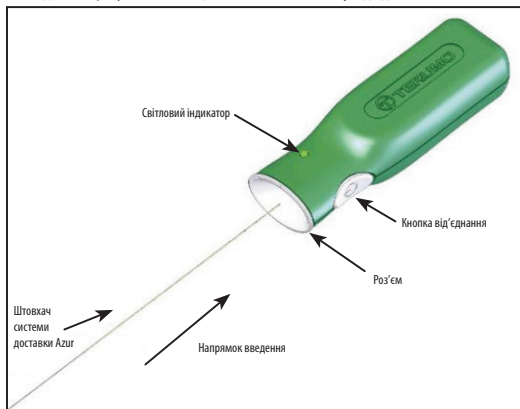

Рисунок 4. Контролер від'єднання системи Azur
- Відкрийте упаковку із судинним оклюдером Azur та вийміть муфту дозатора. Перед використанням пристрою видавіть клин із муфти дозатора. Зафіксувавши імплантат та інтродьюсер судинного оклюдера Azur, витягніть штовхач із муфти дозатора так, щоб оголити проксимальний кінець штовхача системи доставки. Будьте обережні, щоб не допустити контамінації кінця штовхача сторонніми речовинами, як-от кров'ю або контрастною речовиною. Міцно вставте проксимальний кінець штовхача в роз'єм контролера від'єднання системи Azur. Дивіться рисунок 4. **Поки що не натискайте кнопку від'єднання.**
31. Під'єднайте проксимальний кінець штовхача до контролера від'єднання системи Azur, міцно вставивши проксимальний кінець у роз'єм контролера. Див. рисунок 4.